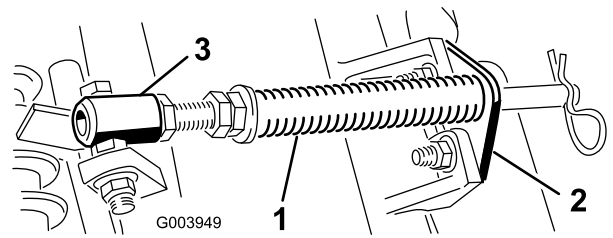

图 4
- A. 拆下把杆支架固定到滚刀组凸耳上的 2 个车身螺栓和螺母 *图 4*。
- B. 拆下将弹簧套管栓固定到承载架凸耳 (*图 4*) 上的凸缘螺母拆下组件。
注意 将螺栓头朝向凸耳外侧如 *图 4* 所示。